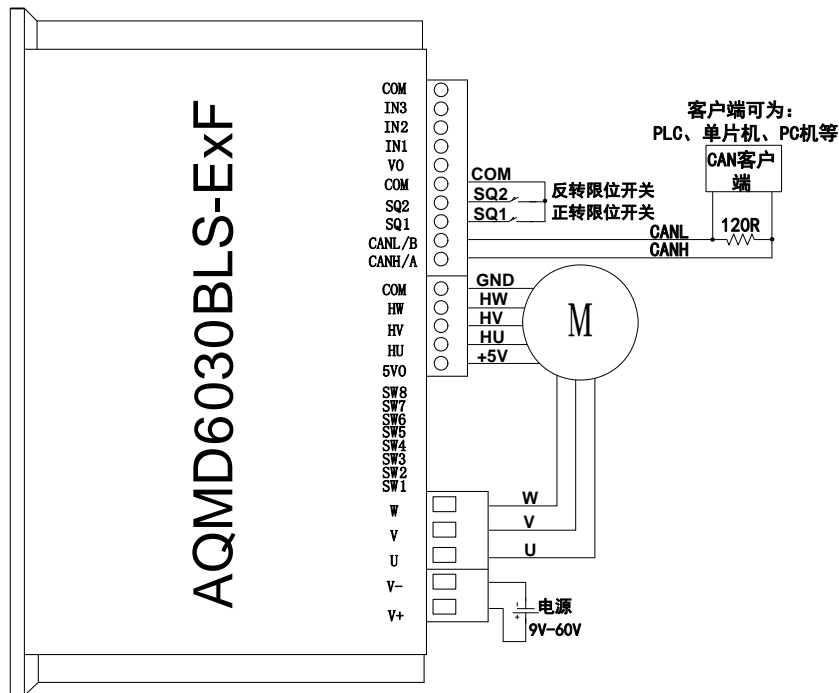

图 3.7 CAN 通讯电源及电机接线图
- 6) 若主站/客户端为CAN设备，CAN主站/客户端与驱动器的 485/CAN接口按照 CANH-CANH、CANL-CANL的方式连接，并且CAN总线上至少要并联一个 120Ω 的电阻才能正常通讯，如图 3.7 所示，接通电源(注意：电源的电压应与电机的额定电压一致，且能够提供的电流大于电机的额定电流)。